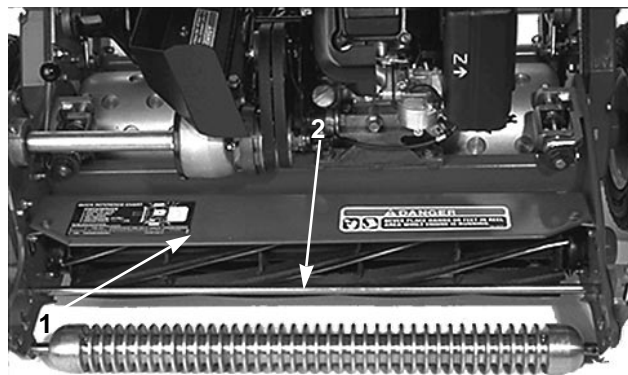

Fig. 10
1. Mål afstanden fra den forreste støttestangs top til forkanten af skærmen i hver ende af klippeenheden (Fig. 10).